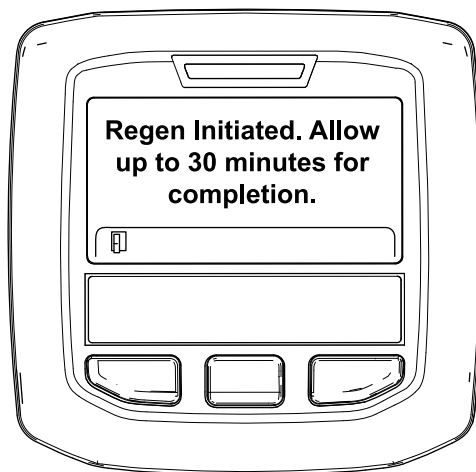

図 45
- 再生許可の場合には Regen Initiated 再生を開始しましたと表示。再生が終了するまで、最大 30 分間が必要。終了まで待つ 図 45。